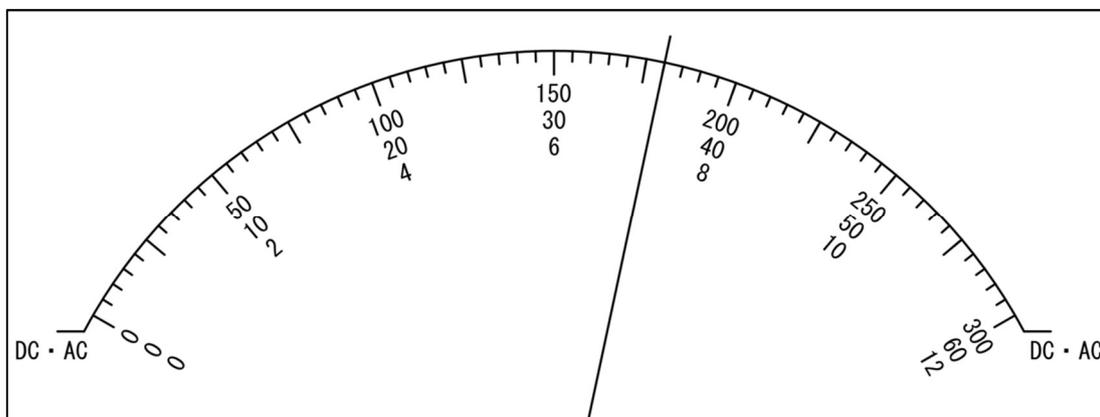

図 5-3
- (2) 図 5-3 はアナログテスタで電圧を測定したときの測定結果である。測定レンジが ACV300 のとき、測定値は、交流 (④) [V] である。